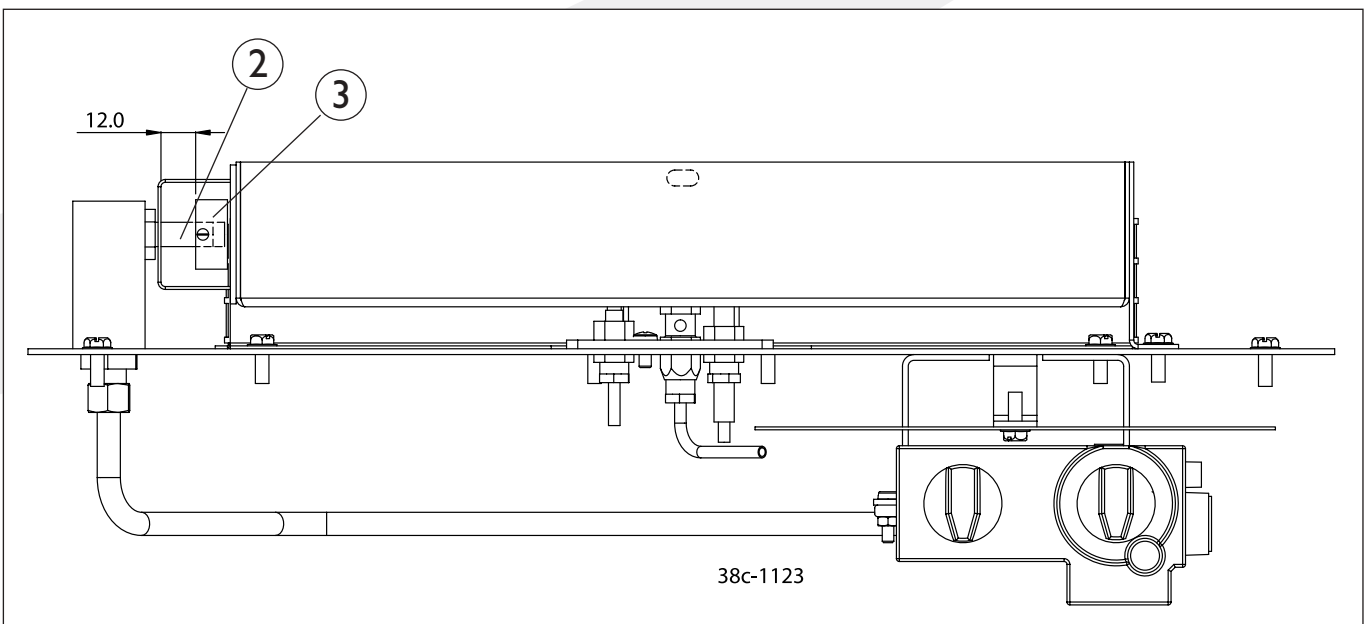

Fig. 2
2. Hauptbrennerspritzdüse (Fig 2)